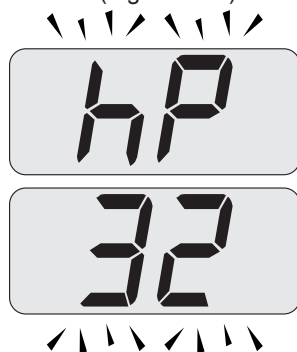

Figura 9.19
- Premendo il tasto 16 (Figura 9.16) è possibile variare la potenza in modalità spazzacamino: con visualizzazione sul display LCD delle lettere **hP** che si alternano con il valore di temperatura dell'acqua di riscaldamento (es. **32**), siamo in "funzione spazzacamino" alla potenza minima in riscaldamento (Figura 9.19).